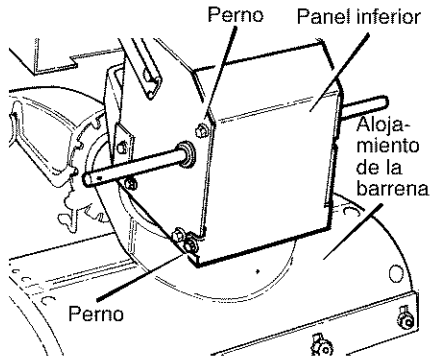

Figura 66
2. Afloje los **pernos** a cada lado del **panel inferior** (Figura 66).